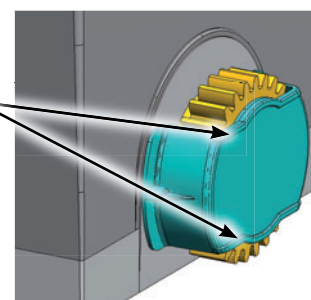

Fig. 10
3. Régler la hauteur du motoréducteur et la distance par rapport au portail en se reportant aux cotes de la Fig. 10.